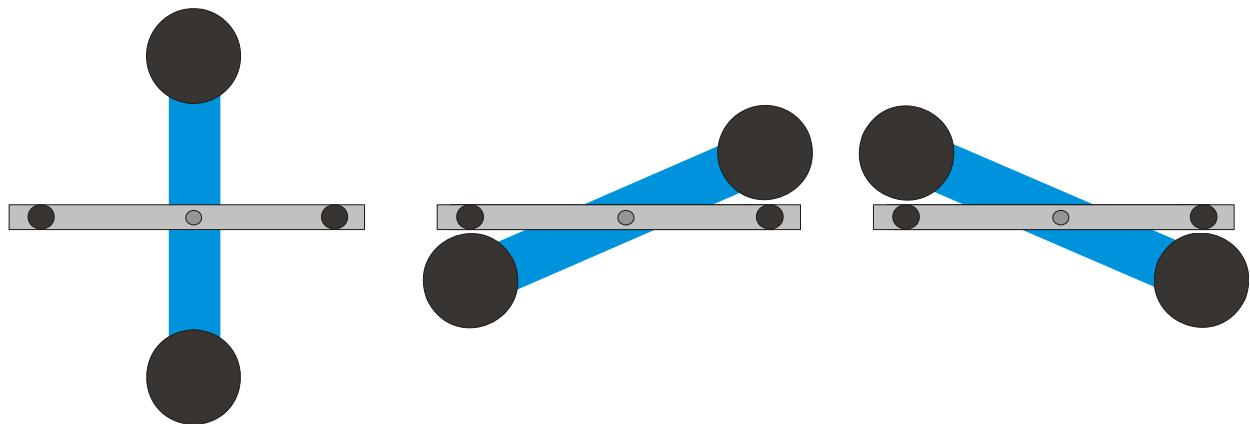

Fig. 6 Posizioni dell'asta sospesa esterna (visione dall'alto) sinistra: posizione 1, centrale: posizione 2, destra: posizione 3
- Collegare le sfere di piombo grandi sull'asta sospesa esterna in posizione 1 (vedere Fig. 6) e attendere fino a quando le oscillazioni sono cessate (osservazione dell'indicatore luminoso). Eventualmente calibrare il punto zero.